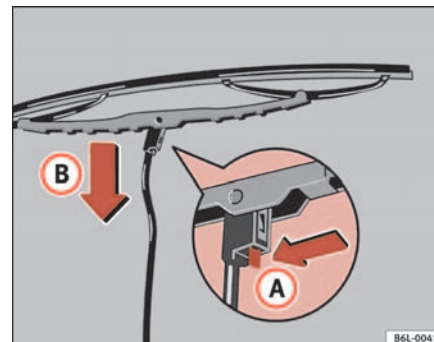

Fig. 126 Remplacement balai essuie-glace
- Repoussez le ressort d'arrêt dans le sens de la flèche **(A)** ⇒ fig. 126.
- Décliquez le balai d'essuie-glace dans le sens de la flèche **(B)** ⇒ fig. 126 et retirez-le du bras d'essuie-glace dans le sens opposé. ►